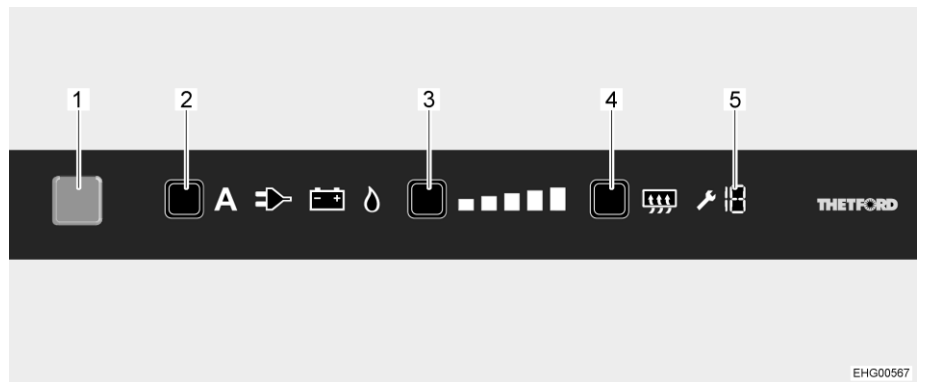

Fig. 99 Elementos de mando
Una vez conectado, el frigorífico selecciona automáticamente el último ajuste seleccionado del termostato. Este ajuste se puede reajustar de modo manual a través de la tecla de niveles de refrigeración (Fig. 99,3). Las barras luminosas del indicador de nivel de refrigeración indican el ajuste seleccionado del termostato. Con la tecla de niveles de refrigeración se ajusta la temperatura de refrigeración para los tres tipos de energía. Pasan algunas horas hasta que el frigorífico alcanza la temperatura de servicio normal. Al conmutar el modo de funcionamiento se mantiene el ajuste del termostato. La temperatura de refrigeración se mantiene independientemente del tipo de energía.
- Presionar la tecla On/Off (Fig. 99,1) por 1 segundo. La tecla se ilumina de color azul. Después de aprox. 10 segundos, la visualización se atenuará automáticamente por razones de ahorro de energía.
- Pulsar la tecla de selección de energía (Fig. 99,2) repetidamente hasta que esté seleccionada la fuente de energía deseada.
- Pulsar la tecla de niveles de refrigeración (Fig. 99,3) repetidamente hasta que esté seleccionada la nivel de refrigeración deseado. El nivel de refrigeración de refrigeración actual se visualizará a través de las barras luminosas.
- Pulsar la tecla On/Off (Fig. 99,1) por aprox. 2 segundos. Se apagarán todos las lámparas. El frigorífico está desconectado.